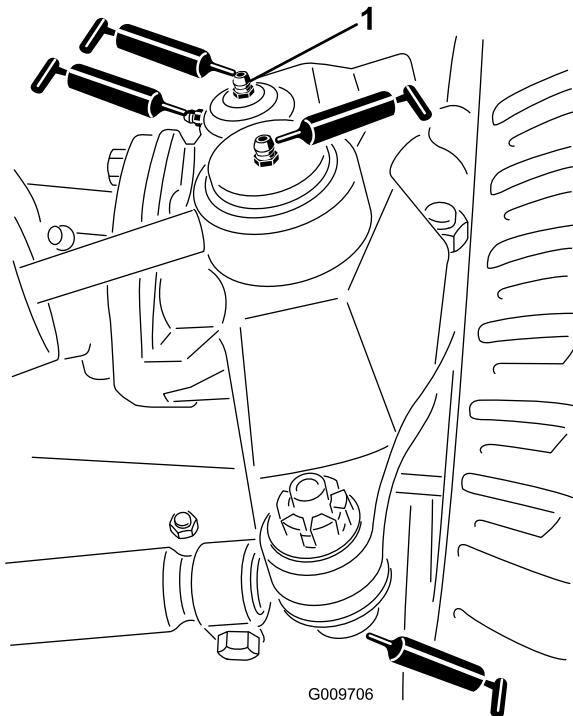

Figure 19
- Rotules de vérin de direction (2) (Figure 19)